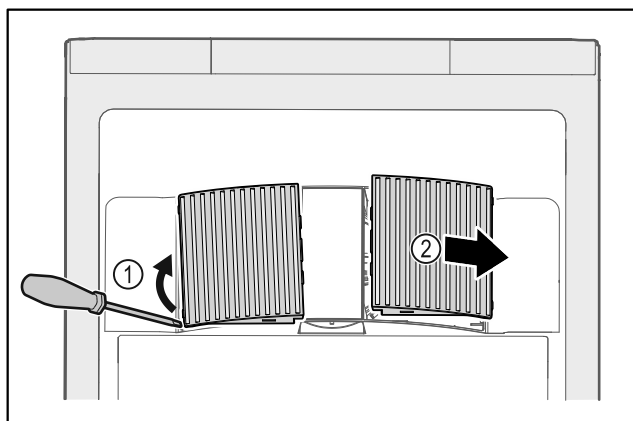

Fig. 59
- ▶ Ostrożnie podważyć osłony wentylatora z boku Fig. 59 (1) i zdjąć do przodu Fig. 59 (2).